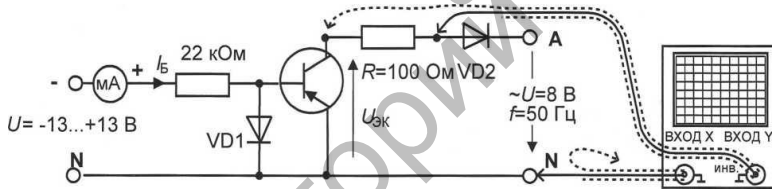

Рисунок 5.25
- Соберите цепь согласно схеме (рис. 5.25). В этой цепи между эмиттером и коллектором действуют полуволны
- Соберите цепь согласно схеме (рис. 5.25, 5.26). Потенциометр 1 кОм используется для регулирования тока базы, резисторы 100 и 47 кОм – для ограничения максимального тока базы. Регулирование напряжения $U_{кэ}$ осуществляется регулятором источника постоянного напряжения. Для предотвращения подачи обратного напряжения на транзистор в цепь коллектора включён диод. Переход эмиттер-база также защищён шунтирующим диодом. Измерение тока базы I_b и напряжения $U_{бэ}$ производятся мультиметрами на пределах 200 μ А и 2 В соответственно. Пределы измерения тока коллектора I_c и напряжения $U_{кэ}$ изменяются в ходе работы по мере необходимости. При сборке схемы предусмотрите перемычки для переключения амперметра из одной ветви в другую.